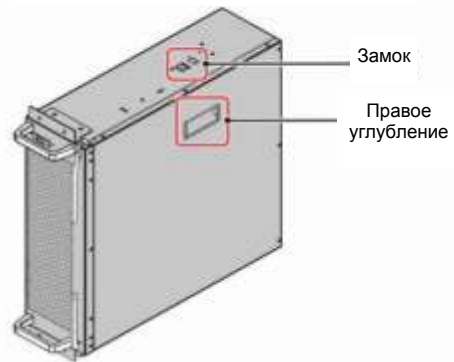

Рисунок 5-30: Расположение замка и боковых углублений
- 3) Для выполнения работ понадобятся два человека. Один человек держит оба выталкивателя и открывает их наружу ❶. После этого STS-модуль можно выдвинуть из шкафа ИБП ❷. Каждый человек удерживает модуль за одну ручку ❸, и оба работают в паре, чтобы вытащить STS-модуль из шкафа ИБП. Когда модуль дойдет до упора, нажмите замок (см. **Рисунок 5-30**) в его верхней части. Теперь, каждый человек держит модуль за одну ручку ❹ и одно углубление ❺, чтобы вытянуть модуль из шкафа ИБП.